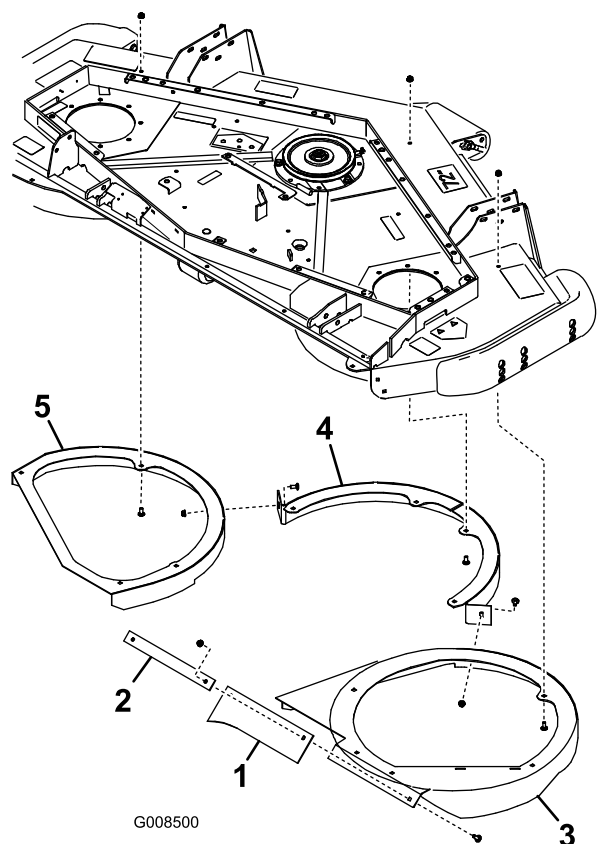

Figura 10
3. La falda esterna destra e il nastro esterno sono premontati sull'alloggiamento destro (Figura 10).
- Montate senza serrare gli alloggiamenti della scocca sul lato inferiore della scocca del tosaerba con (13) bulloni a testa tonda da 5/16 x 3/4 pollici e dadi flangiati. Le teste dei bulloni devono essere posizionate all'interno del piatto di taglio. Collocate gli alloggiamenti come illustrato nella Figura 10.
- Montate senza serrare gli alloggiamenti esterni all'alloggiamento centrale con (2) bulloni a testa tonda da 5/16 x 3/4 pollici e dadi flangiati (Figura 10).